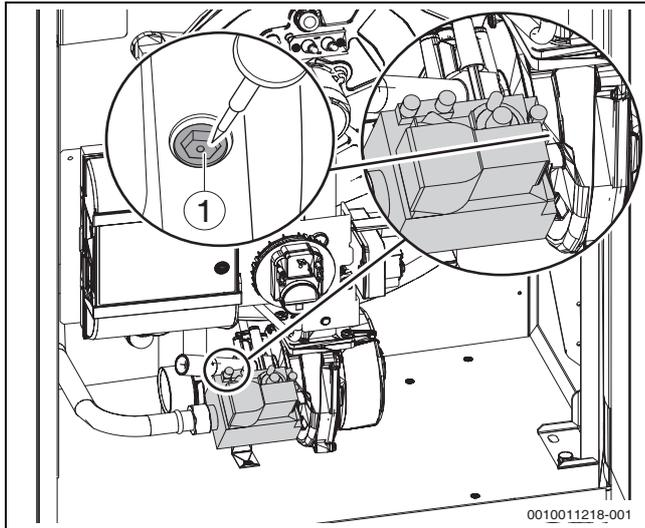

Bild 54 CO₂-Einstellung bei Volllast vornehmen
- ▶ Bei CO₂-Werten < 8,5 % oder > 9,6 % die Einstellung an der Volllast-Einstellschraube korrigieren (→Bild 54 und Tabelle 12).